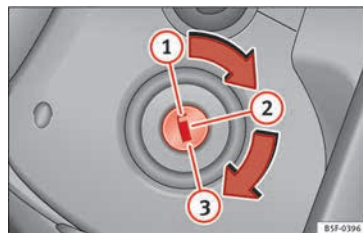

Abb. 168 Positionen des Zündschlüssels
In dieser Position »» Abb. 168 sind die Zündung und der Motor ausgeschaltet und die Lenkung kann gesperrt werden.
- Drehen Sie den Zündschlüssel in die Position »» **Abb. 168** **②**. Beim Vorglühen des Motors leuchtet die Kontrollleuchte  auf.
- Sobald die Kontrollleuchte erlischt, drehen Sie zum Anlassen des Motors den Zündschlüssel auf die Position **③**. Dabei nicht das Gaspedal betätigen.
- Drehen Sie den Zündschlüssel in die Position » **Abb. 168** ⓘ.